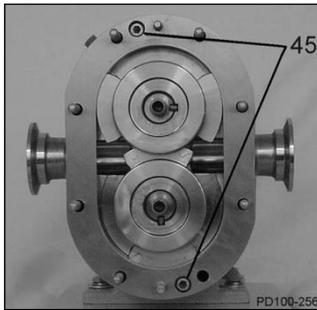

Figure 37 - Emplacement des vis d'obturation
1. Retirez les deux vis du capuchon de retenue du corps (figure 37, élément 45).